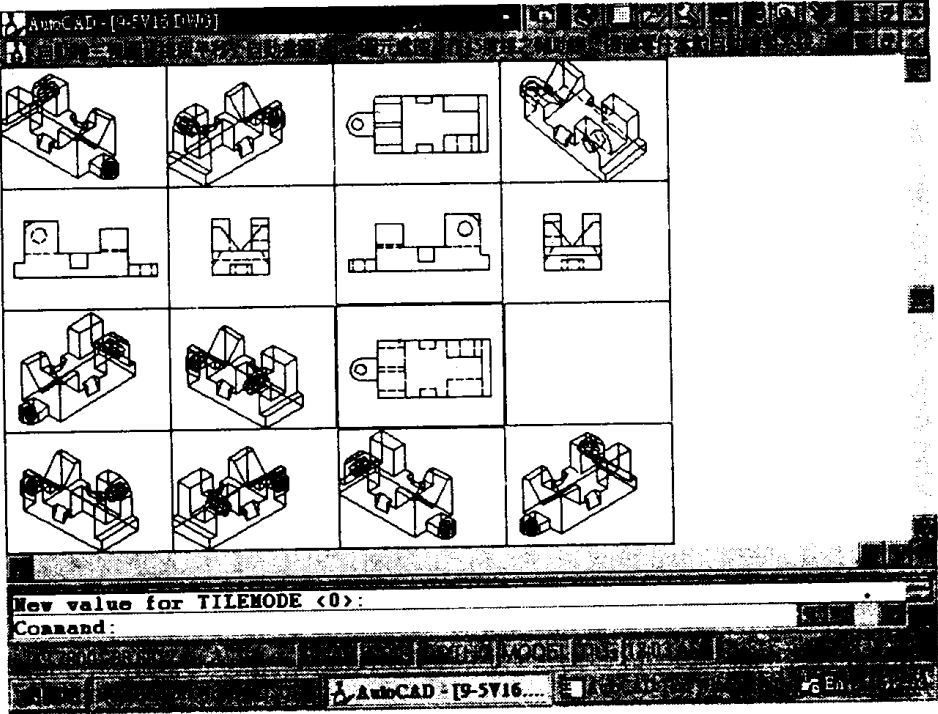

图 0-13
(7)将 R12 AME 立体图取 16 窗口,含等角与投影箱展开图 3D-Box 系统:如图 0-13 所示。